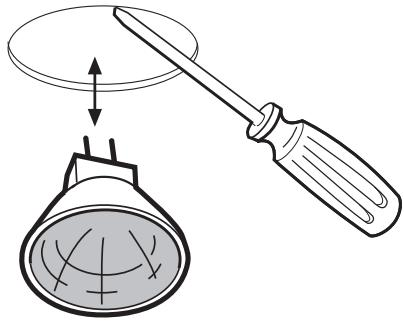

Fig. 11
• Remplacement des lampes halogènes (Fig. 11).